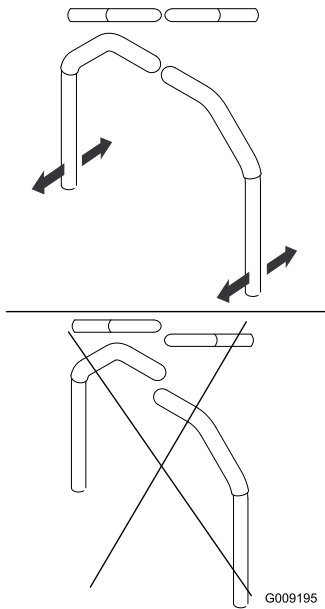

Figure 63
- Réglez l'alignement avant/arrière des leviers en les plaçant tous deux à la position POINT MORT, puis faites-les coulisser jusqu'à ce qu'ils soient alignés, et serrez les boulons (Figure 63).